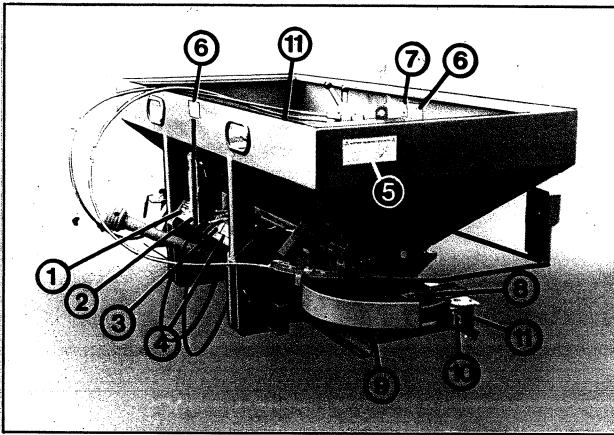

Bild 1:
1. Zur Längen Anpassung Gelenkwellenhälften in kürzester Betriebsstellung nebeneinander halten und anzeichnen (Bild 1).